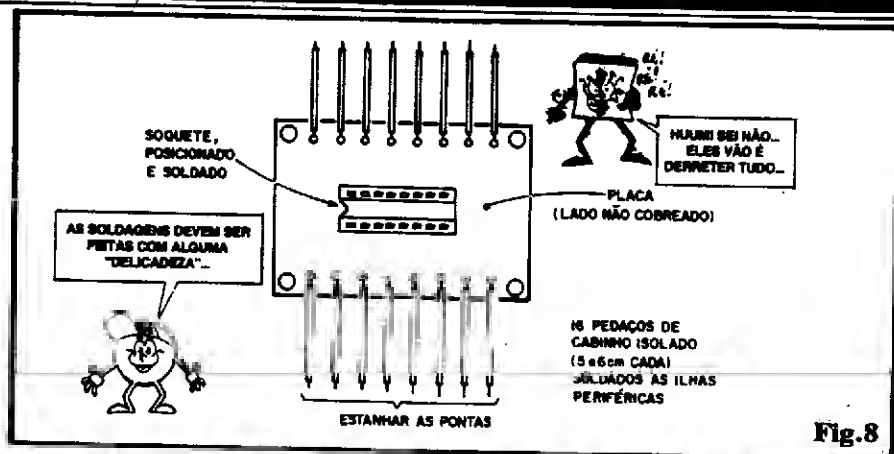

Fig.8
- FIG. 8 - Trinta e dois pedacinhos do cabinho isolado, cada um com aproximadamente 5 cm., devem ser então cortados, removendo-se o isolamento nas duas pontas (por aproximadamente 5 mm...). Cada uma das duas plaquinhas deve,
barras "inteiras" (que costumam apresentar 12 segmentos...), de modo a formar 4 conjuntos de 8 segmentos cada, e 2 de 6 segmentos cada. Placas e conectores "Sindal" devem então ser fixados, por parafusos, à base de madeira, conforme mostra a figura. As pontas "livres" dos cabinhos provenientes das duas placas/soquetes (ver fig. 8) devem ser ligados aos respectivos segmentos das barras "Sindal" (quem não "lembrar", deve consultar as várias "Aulas" anteriores, notadamente as primeiras do "Curso", onde tais técnicas de conexão foram exaustivamente detalhadas...). Observem que, no final, cada barra de 8 segmentos corresponderá, eletricamente, à própria "linha" de furinhos do respectivo soquete centrado na placa anexa (isso nos dois lados de cada conjunto placa/soquete). As duas barras com 6